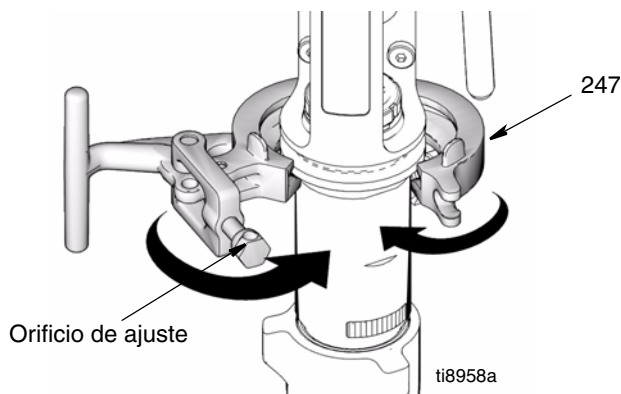

FIG. 22
3. (Fig. 22) Cierre la abrazadera (247) alrededor de la bomba (111) y empujela para cerrarla.